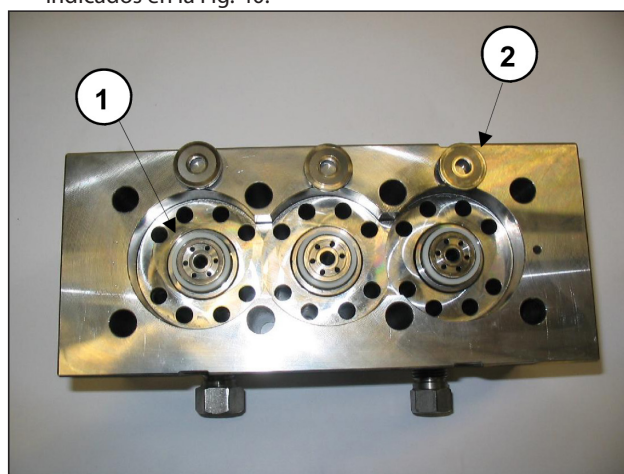

Fig. 41
Durante el desmontaje de las camisas es importante no perder las sedes de las válvulas ① ni las válvulas planas ②, como se indica en la Fig. 41, ya que al estar montadas sólo por contacto podrían caerse.